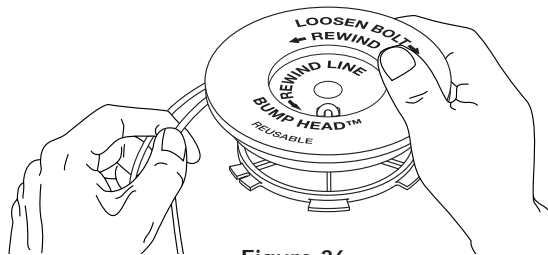

Figure 36
- Enroulez les fils en couches uniformes serrées sur le moulinet (Fig. 36). Enroulez le fil dans le sens indiqué sur le moulinet intérieur. Placez votre index entre les deux fils pour les empêcher de se superposer. Ne superposez pas les extrémités du fil. Passez à l'étape 11.